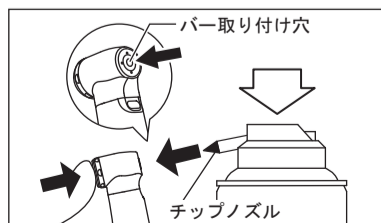

図9
- 2) プッシュボタンを軽く押しながらバーの取り付け穴へ直接スプレー注油を行います(図9)。